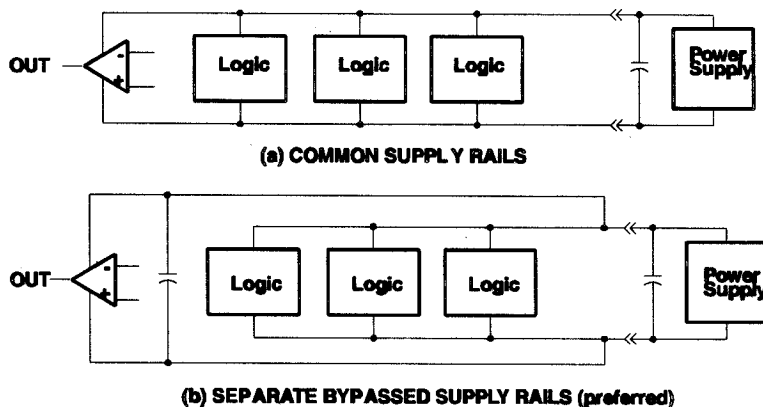

图104 共用和分离电源走线的比较
1. 用分离的旁路电源线向线性器件供电（见图104）；否则，数字逻辑中的高速开关电流造成的电压降会引起线性器件电源电压的起伏。